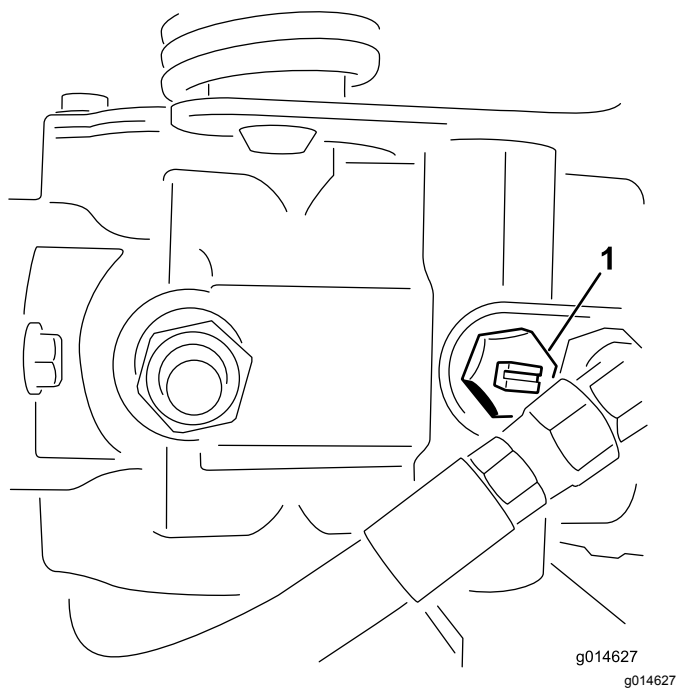

Figure 23
1. Localisez la vanne de dérivation sur la pompe et tournez-la jusqu'à ce que la fente soit verticale (Figure 23).
2. Avant de mettre le moteur en marche, fermez la vanne de dérivation (fente horizontale) (Figure 23). Ne mettez pas le moteur en marche quand la vanne est ouverte.